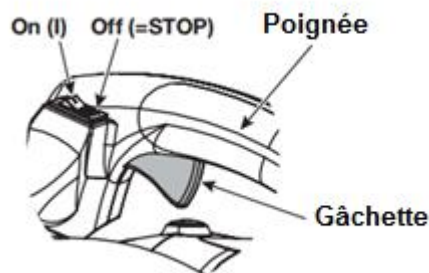

Fig. 5
c) Appuyez sur l'interrupteur ON/OFF sur la position ON (I). (Fig. 5).
- b) Appuyez et maintenez l'interrupteur ON/OFF en position OFF (STOP) jusqu'à ce que le moteur s'arrête complètement (Fig. 5).